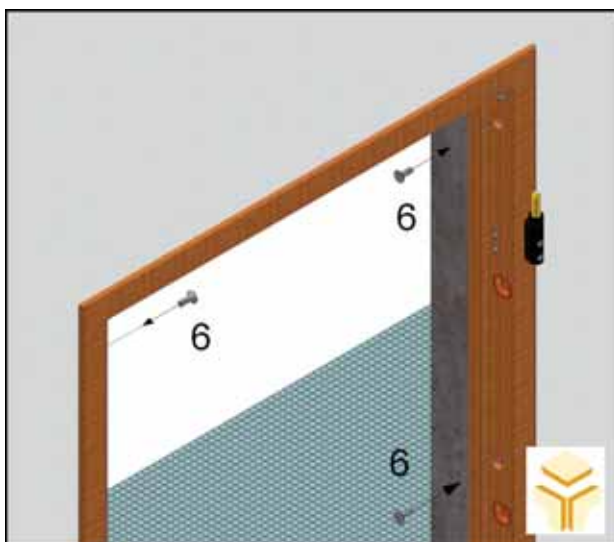

Fig. 2.2 – Colocação dos parafusos de aperto do aro ao pré-aro (6)
Enroscar os 8 parafusos de caixa sextavados M8x20 às estafas (6) com aperto muito pequeno de modo haver amplitudes de movimento grandes do aro relativamente ao pré-aro (ver fig. 2.2).